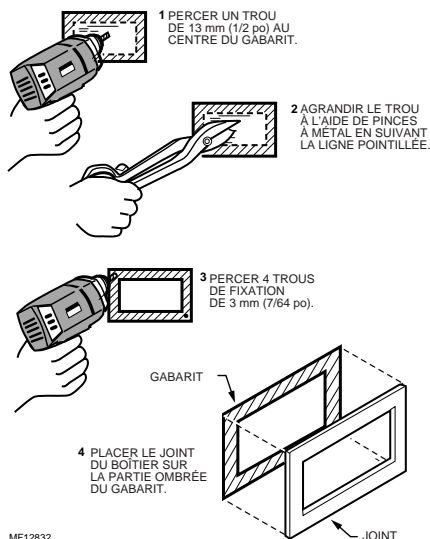

Fig. 3. Utiliser le gabarit pour installer le régulateur.
3. Voir le gabarit et la Fig. 3 et suivre les étapes ci-dessous pour percer l'ouverture qui recevra le régulateur et les trous de fixation, et pour installer le joint du boîtier.